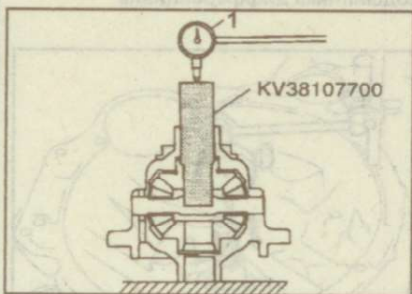

Рис. 9.246. Использование индикатора стрелочного типа (1) для измерения люфта между полуосевой шестерней и коробкой дифференциала
a. Установите переходник и индикатор стрелочного типа на полуосевую шестерню (рис. 9.246).